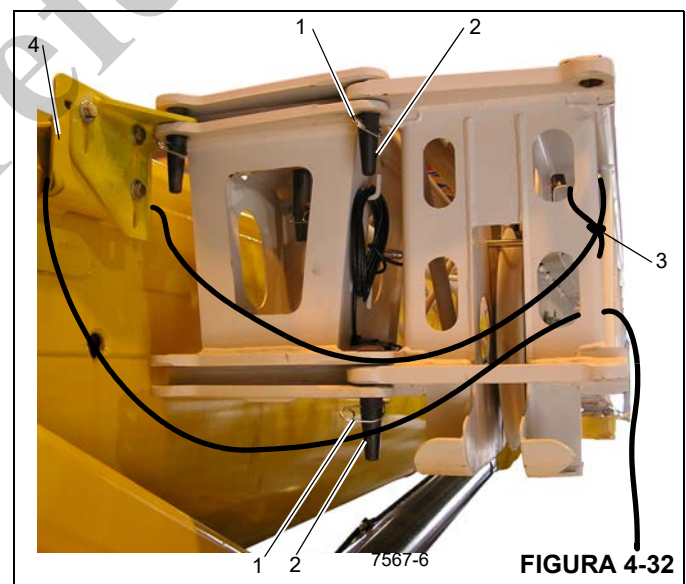

FIGURA 4-32
3. Prenda um cabo de apoio (3) (Figura 4-32) na parte dianteira da extensão.
- a. Passe o cabo de apoio ao redor da extremidade da extensão e por um suporte (4) (Figura 4-32) na lança principal e retorne.
6. Remova os grampos de retenção (1) (Figura 4-32) e retire os pinos (2) dos pontos de conexão. Insira os pinos no suporte e prenda com grampos de retenção.